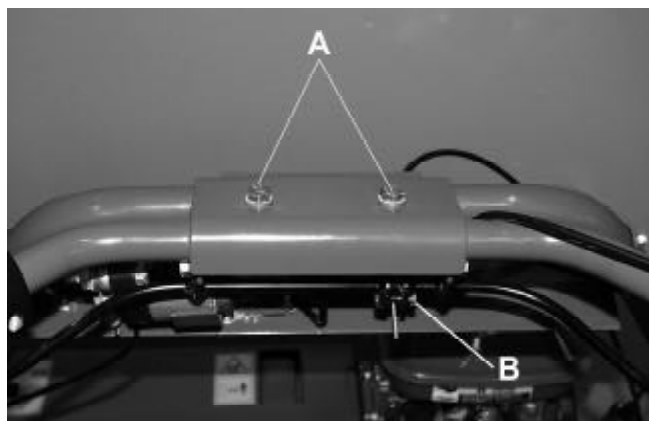
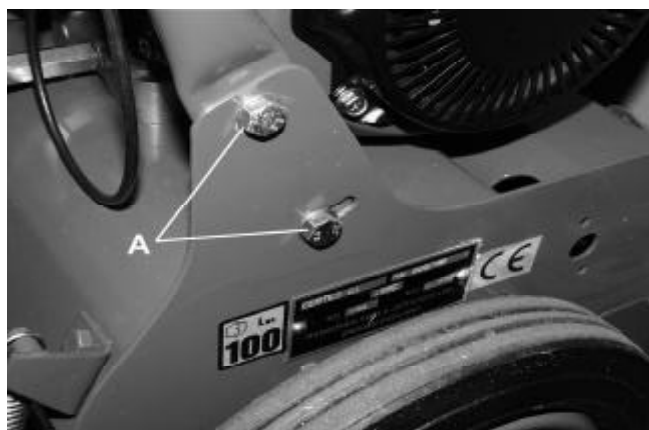

Fig. 23
Fig. 24
L'endroit où les tubes sont fixés aux châssis latéraux. (Fig. 24 "A") et l'endroit où les mancherons sont fixés au tube du manche inférieur (Fig. 23 "A").
1. Desserrez les boulons de fixation (Fig. 23 "A" et/ou 24).